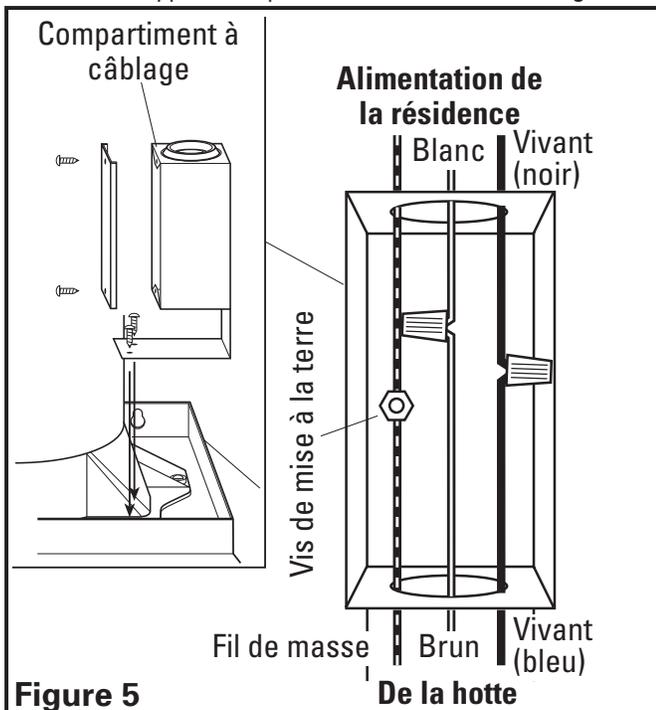

Figure 5
1. Attacher le compartiment à câblage à la hotte avec deux des vis de 3,9 x 13 mm comprises. Enlever le couvercle du compartiment à câblage et raccorder le fil brun (sur certains modèles, ce fil sera blanc) de la hotte au fil blanc de l'alimentation, et le fil bleu (sur certains modèles, ce fil sera noir) de la hotte au fil noir de l'alimentation. Raccorder les fils de mise à la terre de la résidence (vert ou cuivre nu) et les fils de la hotte (vert / jaune) à la vis de mise à la terre dans le compartiment de câblage. Utiliser des méthodes de connexion approuvées pour toutes les connexions. (Figure 5).